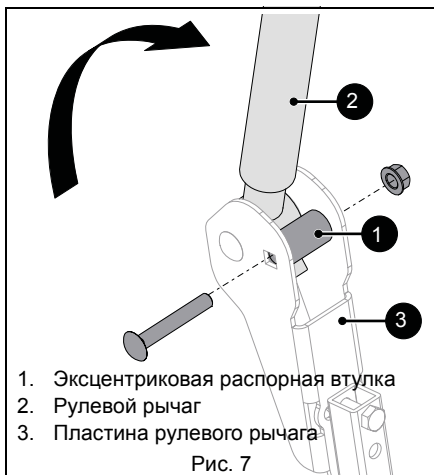

Рис. 7
11. Поверните рулевые рычаги в рабочее положение и вставьте эксцентриковую распорную втулку между пластинами рулевых рычагов. Зафиксируйте с помощью крепежных элементов. См. Рис. 7.